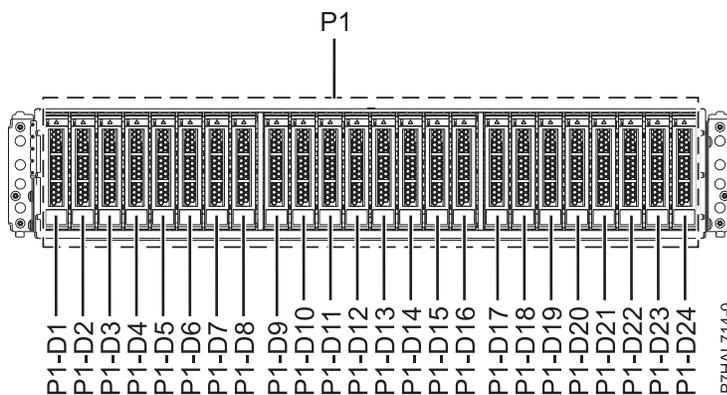
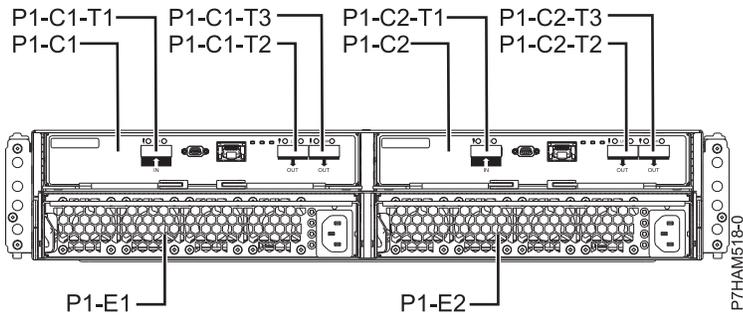

Figura 21. Vista frontal del Alojamiento de unidad de disco 5887 que muestra las ubicaciones de las unidades de disco.
Figura 22. Vista posterior del Alojamiento de unidad de disco 5887
2. Identifique la pieza y el alojamiento a los que desea aplicar el servicio. Las ranuras de unidad de disco y SSD están ubicados en la parte frontal del alojamiento. La Figura 21 y la Figura 22 en la página 22 muestran la vista frontal y la vista posterior de Alojamiento de unidad de disco 5887 y las ubicaciones de las unidades de disco en Alojamiento de unidad de disco 5887.